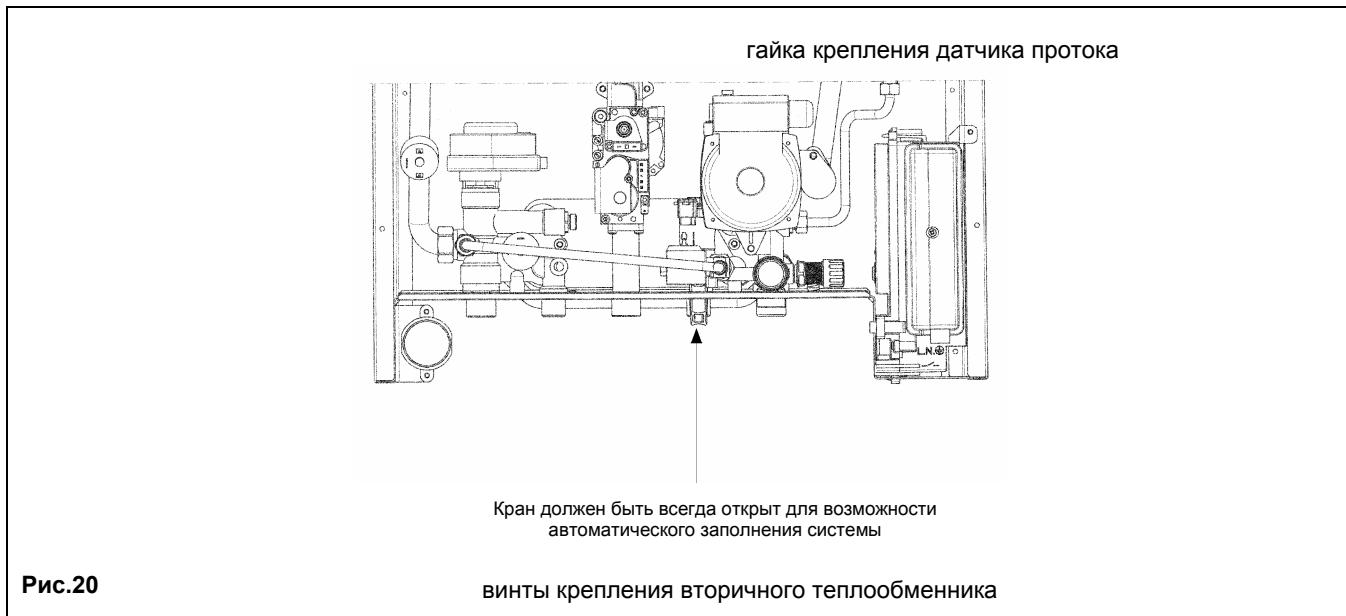

Рис.20
- отвинтите два винта (прямо перед вами), крепящие теплообменник ГВС, и выньте его (рис.20).
- отверните гайку на блоке датчика протока воды (рис.20);